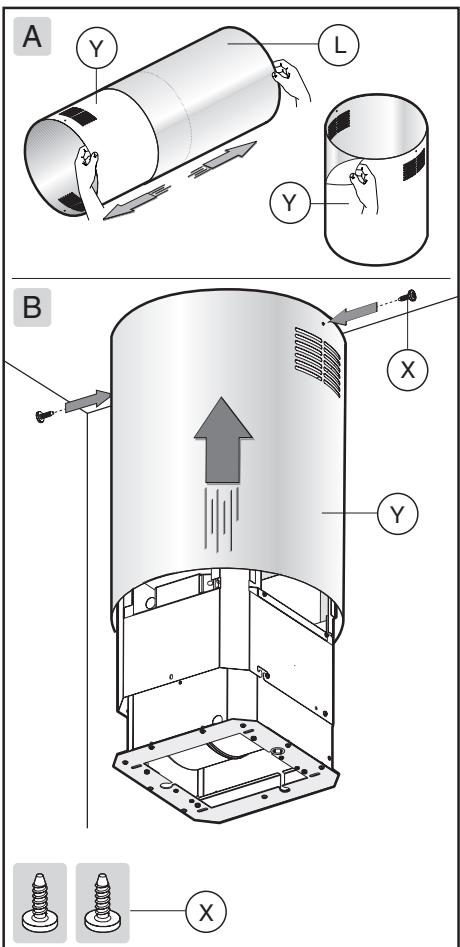

Fig.10
Выньте камни из упаковки (рис.10А) и отделите верхний камин **Y** от нижнего **L**.
- Возьмите верхний камин **Y** и закрепите его к корпусу с помощью 2 болтов **X** (Рис.10 В).